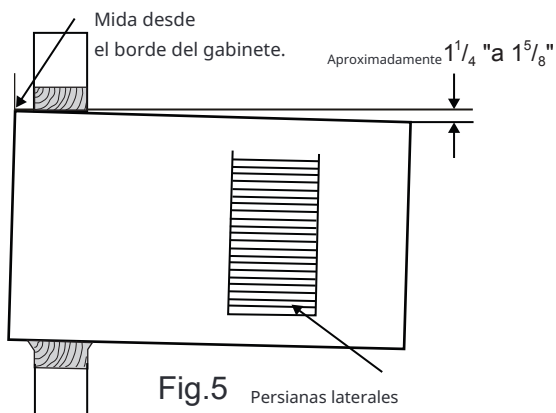
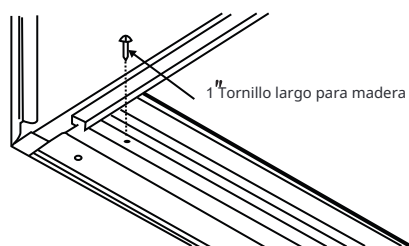

Fig.5 Persianas laterales
Fig.6
3. Posicione el gabinete para lograr la pendiente adecuada para la eliminación de agua. (Ver Fig.5 a continuación.) 4. Asegure el riel inferior al marco de madera con dos tornillos grandes de madera de 1" (2.5 cm) de largo utilizando los dos agujeros en la parte inferior del canal que descansa sobre el marco. (Ver Fig.6).